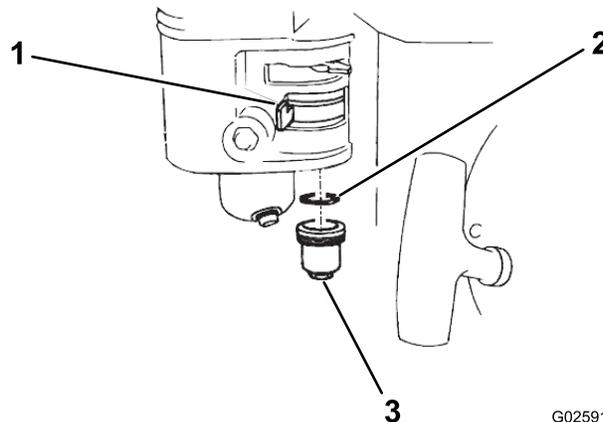

Bild 32
1. Stellen Sie den Kraftstoffhahn auf die Aus-Stellung und nehmen dann die Sedimentschale und den O-Ring ab (Bild 32).